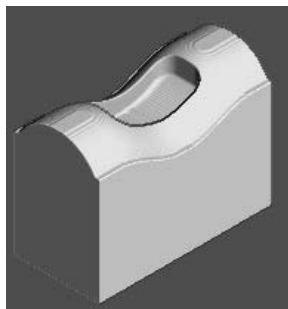

图 5-20 仿真加工结果 1
2) 在“仿真”工具栏的“当前刀具路径”下拉列表中选择要模拟的刀具路径 rough, 然后单击“执行”按钮, 系统开始自动仿真加工, 仿真加工结果如图 5-20 所示。